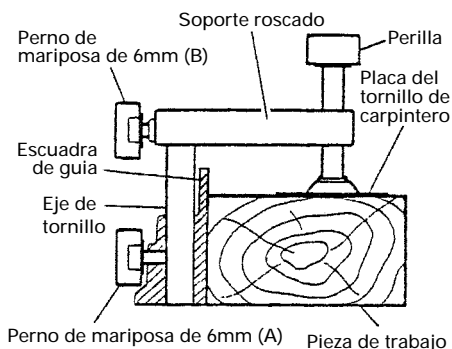

Fig. 22
- (1) El conjunto de tornillo de carpintero puede montarse en la escuadra de guía izquierda (escuadra de guía (B)) o bien en la escuadra de guía derecha (escuadra de guía (A)) aflojando el perno de orejas de 6mm (A).
- (2) El portatornillo puede elevarse o bajarse de acuerdo con la altura de la pieza de trabajo aflojando el perno de orejas de 6mm (B). Después del ajuste, apriete firmemente el perno de orejas de 6 mm (B) y fije el portatornillo.
- (3) Gire la perilla superior y fije firmemente la pieza de trabajo en su lugar (Fig. 22).